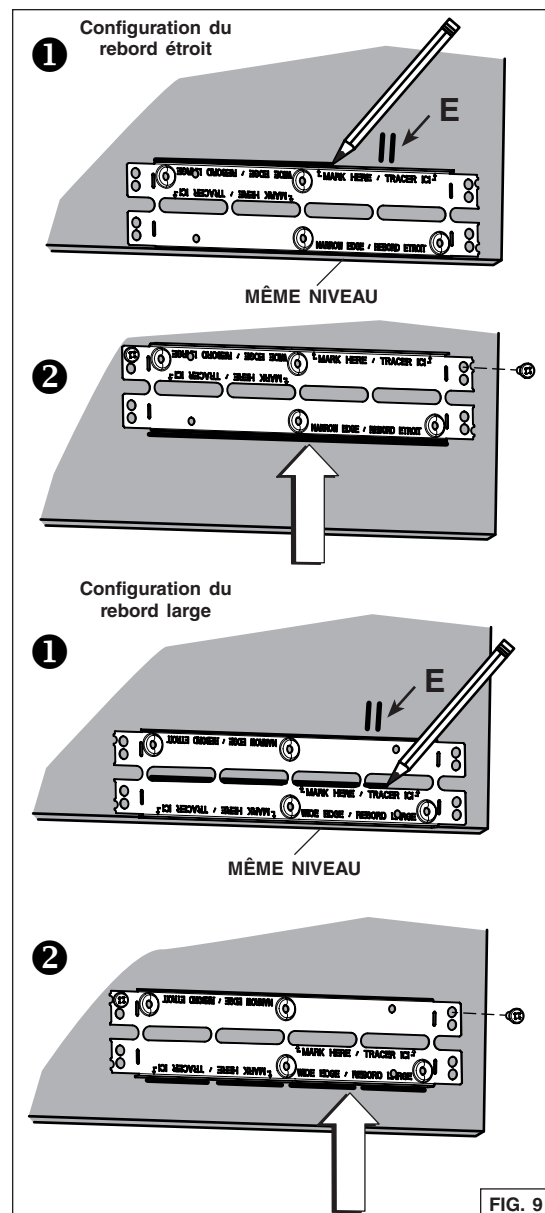

FIG. 9
- Repérer l'emplacement des crochets *Ease of Install* sur l'appareil (distance donnée à partir du rebord avant, FIG. 8). Mesurer et marquer, sur les deux côtés de l'armoire, l'emplacement des crochets *Ease of Install* (illustré en **E** dans la FIG. 9 en page suivante).
6. Installer les supports d'armoire comme suit (FIG. 9) :
- ❶ Placer le support au même niveau que le bas du panneau droit de l'armoire, en centrant la marque de l'emplacement des crochets (E) entre les trous en relief inférieurs. Pour la configuration du rebord étroit, tracer une ligne sur le dessus du support. Pour la configuration du rebord large, tracer une ligne à la base des fentes centrales.
- ❷ Monter le support au même niveau que la ligne tracée. Fixer le support au panneau de côté de l'armoire à l'aide de 2 vis à bois n° 8 x 5/8 po (incluses dans le sac de pièces) dans les trous supérieurs.